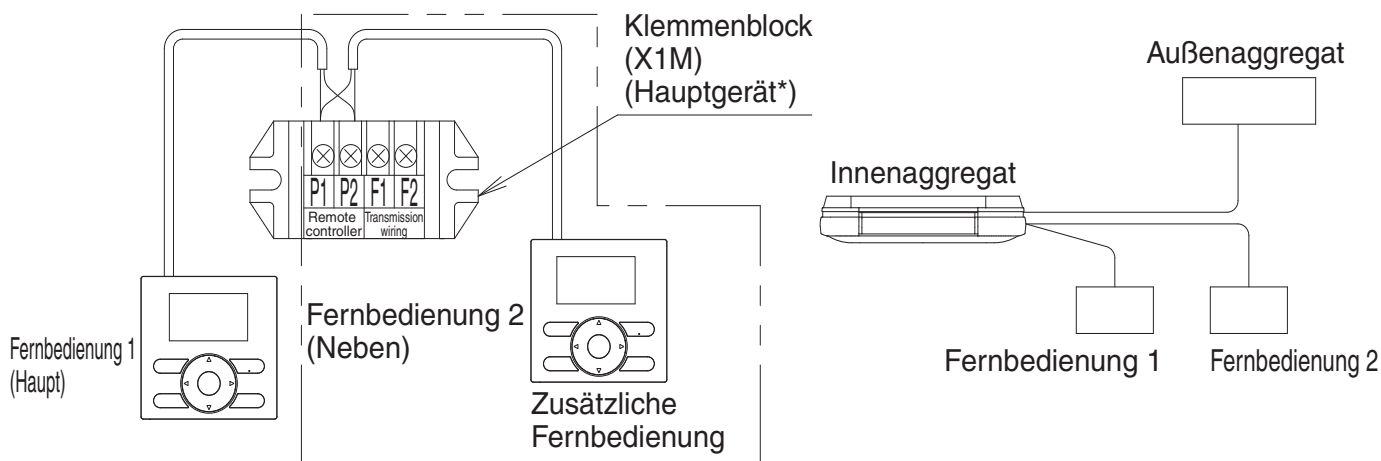

Abb. 46
(1) Entfernen Sie den Schaltkastendeckel wie im Abschnitt **“8-3 VERKABELUNGSMETHODE”** angegeben.
(2) Verlegen Sie zusätzliche Kabel von der Fernbedienung 2 (Neben-Gerät) zu den Anschlüssen (P1·P2) für die Fernbedienungsverkabelung an der Anschlussleiste (X1M) im Schaltkasten. (Es gibt keine Polarität.) (**Siehe Abb. 46**)